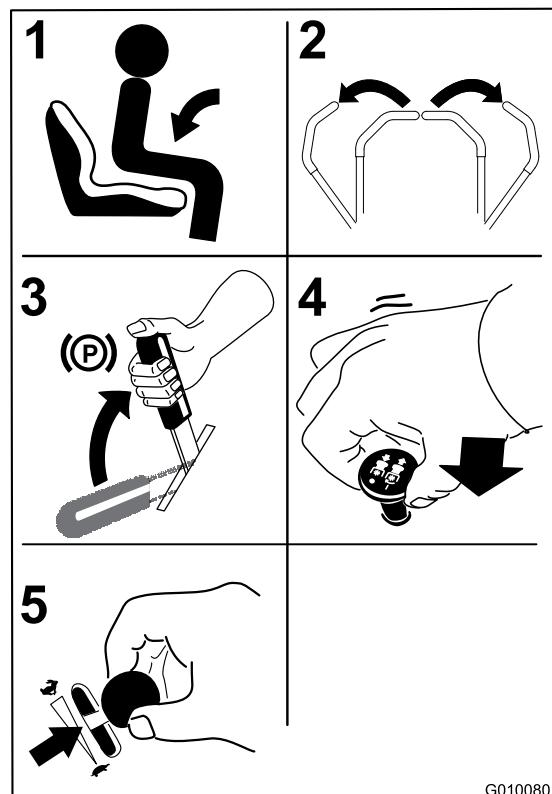

Bild 18
1. Setzen Sie sich auf den Sitz (Bild 18) und legen Sie den Sicherheitsgurt an.
2. Stellen Sie die Fahrantriebshebel in die arretierte Leerlauf-Stellung (Bild 18).
3. Aktivieren Sie die Feststellbremse (Bild 18); siehe „Aktivieren der Feststellbremse“.
4. Stellen Sie den Zapfwellenantriebsschalter (ZWA) auf die Aus-Stellung (Bild 18).